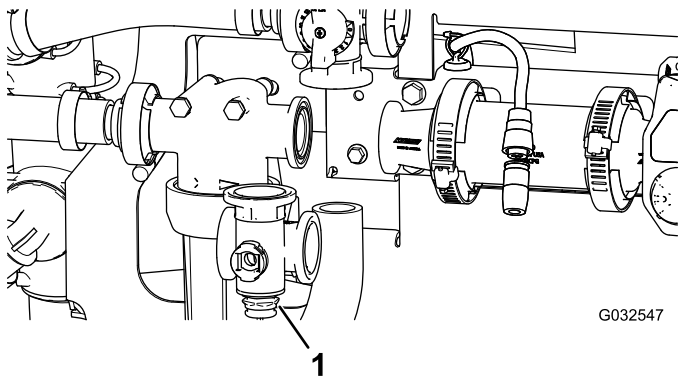

**Figure 102**
1. Déposez les colliers, les joints, le raccord rapide et la goupille de raccord rapide qui fixent le collecteur de la vanne d'agitation à la vanne de dérivation d'agitation, la tête de filtre sous pression, l'accouplement réducteur et au raccord adaptateur (régulateur de pression d'agitation), comme illustré à la Figure 102.